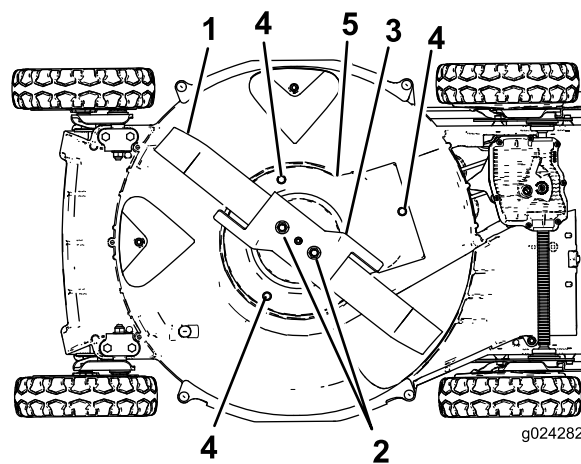

Bild 37
6. Entfernen Sie die zwei Messermuttern, das Gaspedal und das Messer (Bild 37).
7. Entfernen Sie die Schrauben, mit der das Schutzblech der Messerbremse am Mähwerkgehäuse befestigt ist (Bild 37).